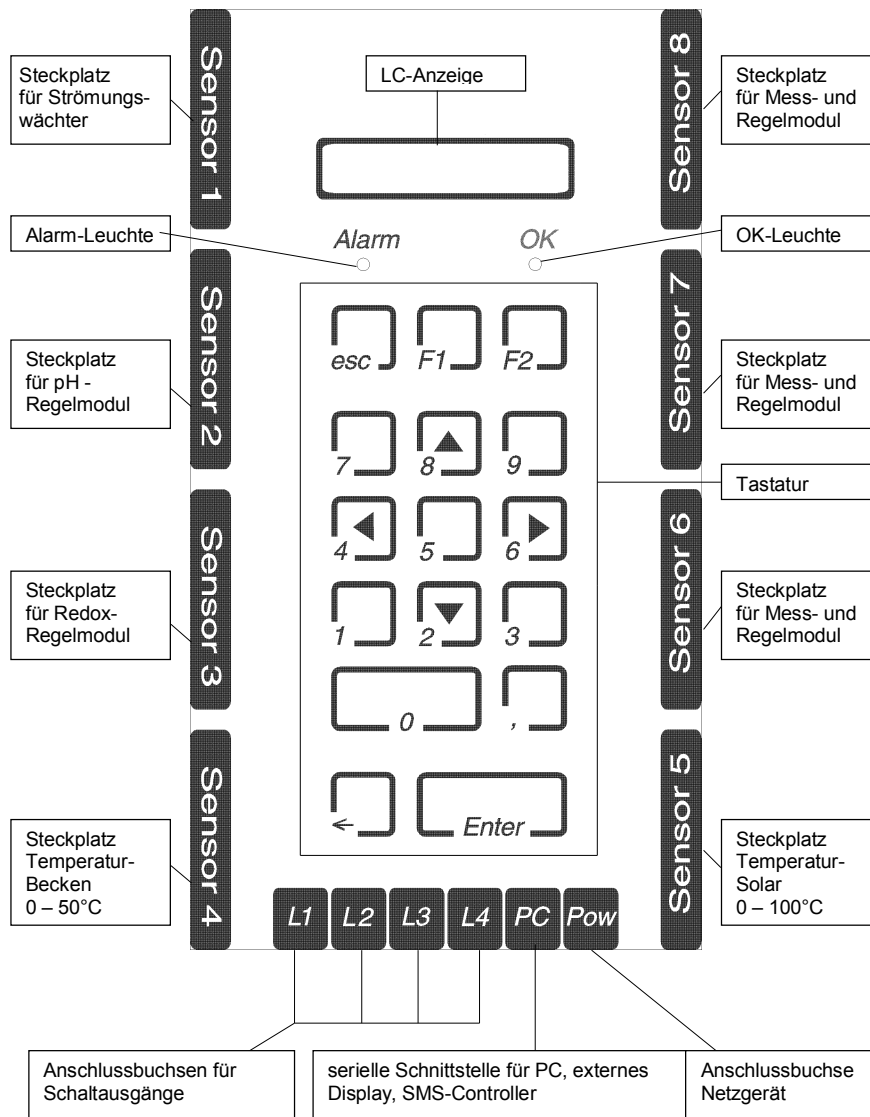
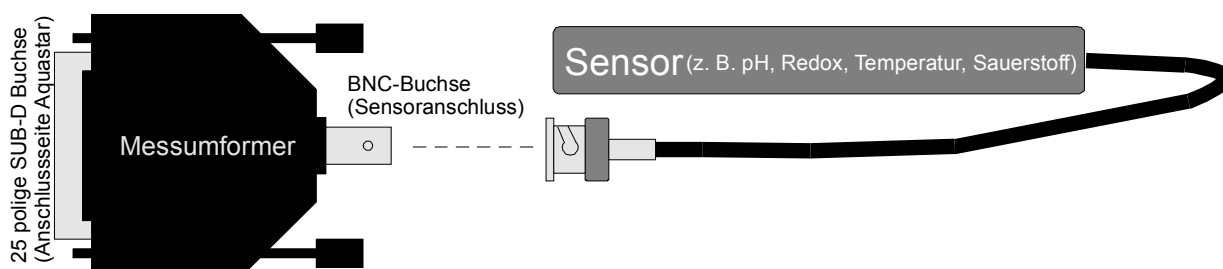

Bild 1
Bild 2: Mess- und Regelmodul
In **Punkt 3** wird Ihnen anhand einer Grafik (Bild1) das Steuergerät *iks aquastar*, welches das Herzstück der *pool pilot* Anlage ist, vorgestellt und der Lieferumfang wird erläutert. Danach wissen Sie, wo Sie die Sensormodule, die Schaltausgänge, die Stromversorgung und den PC anschließen können.
- ein Messumformer (siehe Bild 2)
Wie aus der Grafik (Bild 1) hervorgeht, besitzt der *pool pilot* acht Steckplätze für Mess- und Regelmodule. **An welchem Steckplatz, welches Modul angeschlossen wird, entnehmen Sie bitte Bild 1 unter Punkt 3.1 Bedienelemente.** Bitte beachten Sie aber, dass Sie beim Einstecken und Entfernen eines Moduls unbedingt die **Stromversorgung abschalten** müssen, um eventuelle Schäden zu vermeiden. Ein Mess- und Regelmodul besteht aus einem Sensor (z. B. Temperaturfühler, pH-Elektrode usw.) und einem Messumformer, welcher sich in einem schwarzen Steckergehäuse (SUB-D) befindet (siehe Bild 2). Pegel- und Leitwertsensoren sind direkt mit dem 25-poligen Stecker (Messumformer) verbunden. Sie können jetzt die **Module (Stromversorgung aus ?)** anschließen (zuvor schwarze Schutzkappe am aquastar entfernen). Durch ihre asymmetrische Form passen die Stecker nur in der richtigen Richtung in die Buchsen. Vergessen Sie nicht, den entsprechenden Sensor an den Messumformer anzuschließen. Nachdem Sie ein Modul angeschlossen haben, sollten Sie noch die zwei Sicherungsschrauben (schwarzes Steckergehäuse) anziehen, um ein versehentliches Herausrutschen der Module zu verhindern.
Wie aus Bild 1 ersichtlich, können Sie bis zu vier Schaltausgangs-Module an L1 bis L4 (mit insgesamt 16 einzeln schaltbaren/regelbaren Ausgängen/Steckdosen) an den *iks aquastar* anschließen. Die Steckplätze sind mit L1 bis L4 gekennzeichnet. Die Ausgänge an L1 erhalten die Nummern 1 bis 4, an L2 die Nummern 5 bis 8, an L3 die Nummern 9 bis 12 und an L4 schließlich die Nummern 13 bis 16. Wenn Sie lediglich im Besitz eines Schaltausgangs-Moduls sind, empfehlen wir Ihnen, dieses an Steckplatz L1 anzuschließen. Sie können es auf Wunsch aber auch an L2, L3 oder L4 anschließen. Bedenken Sie aber dabei, dass sich die Zuordnungsnummern der Ausgänge dementsprechend ändern (s.o.).